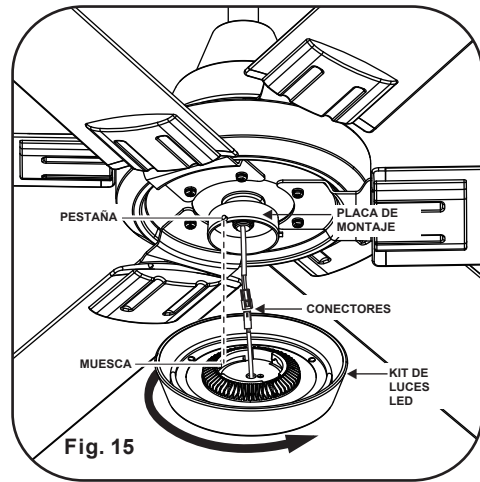

Fig. 15
Paso 1. Mientras sostienes el kit de luces de debajo del ensamblaje del motor del ventilador, encajar las conexiones de los cables. (Fig. 15)